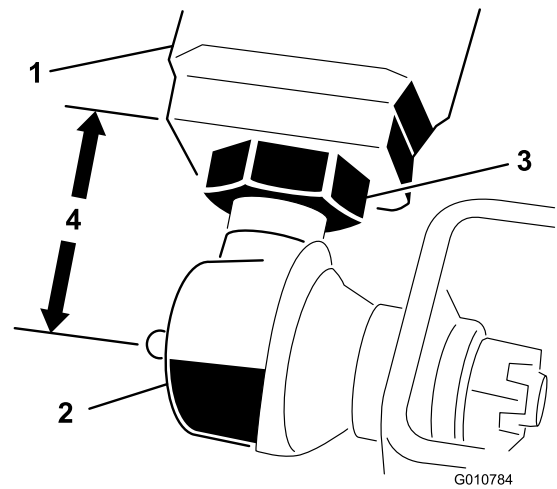

Bild 5
- Messen Sie den Abstand vom Ende jedes Hubarms bis zur Mitte des Kugellager (Schmiernippel). Der Abstand sollte ungefähr 57 mm betragen (Bild 5).